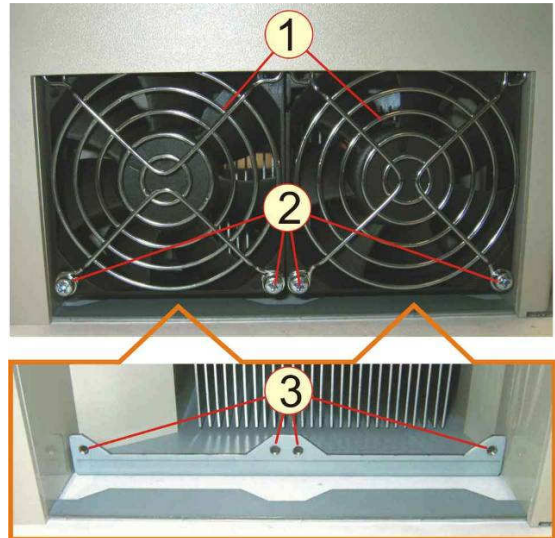

Рис.7.22
**7.12.2** Установить вентиляторы в нишу корпуса ПЧ. Взять две решетки 1, вкрутить четыре винта 2 в резьбовые отверстия 3 опорной панели (рис.7.22).